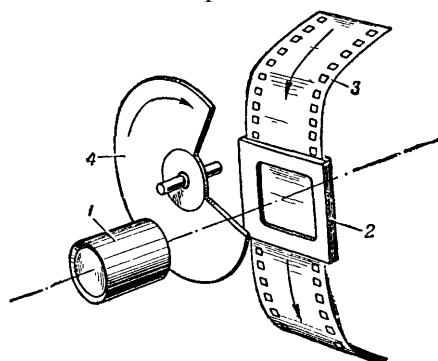

Рис. 27. Схема устройства киносъёмочного аппарата:
В киносъёмочном аппарате есть и объектив и затвор, как в обычной фотокамере. Однако процесс съёмки совершается особым образом. Посмотрите на схематический рис. 27. За объективом (1) помещается рамка (2), через которую проходит киноплёнка (3). Между объективом и рамкой находится вращающийся круг с вырезом (4). Это так называемый обтюратор, вращающийся затвор. Плёнка проходит через рамку не плавным движением, а скачками. Механизм аппарата устроен так, что когда вырез вращающегося затвора находится против объектива (затвор открыт), то плёнка стоит неподвижно в рамке. В то время, когда затвор закрыт и свет от объектива не падает на плёнку, специальный подающий механизм, захватывая отверстия по краям плёнки, передвигает её так, что при следующем очередном открывании объектива в рамке будет находиться свежий участок плёнки, как говорят, новый кадр. При нор-